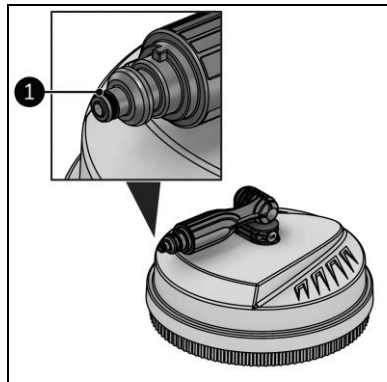

Abbildung 17
4. Tragen Sie Vaseline auf den Bodenreiniger auf (Abbildung 17, Pos. 1).